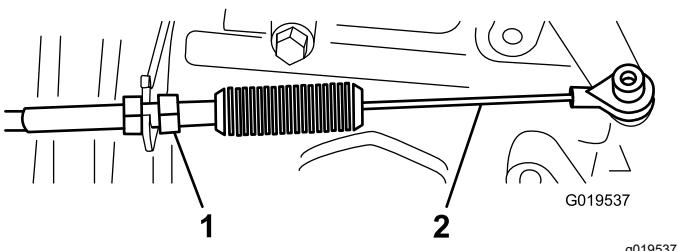

Рисунок 66
2. Отрегулируйте шаровой шарнир на трофе акселератора (Рисунок 66) таким образом, чтобы зазор между рычагом педали акселератора и верхом доски пола с ромбовидным рисунком поверхности составлял от 2,54 до 6,35 мм (Рисунок 67), когда к центру педали прикладывается усилие 11,3 кг.
3. Затяните контргайку (Рисунок 66).